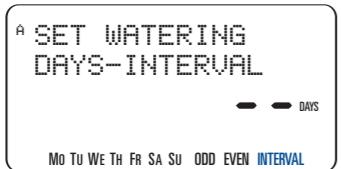

Abbildung 8:
- NEXT** (Weiter) drücken, bis „**INTERVAL**“ in der Anzeige blinkt. [Siehe Abbildung 8]